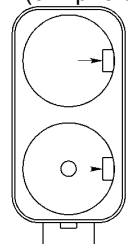

Рисунок 3. Батарейный отсек
3.4.2. Новые элементы питания (2 шт.) типоразмера D необходимо установить в отсек батарейный 14 (см. рис.8), в соответствии с полярностью, указанной на внутренней стороне крышки отсека. Для открытия крышки батарейного отсека необходимо повернуть ручку крышки в положение **«ON»**. Для выемки разряженных элементов питания необходимо отогнуть удерживающие прижимы (показано стрелками на рис.3).